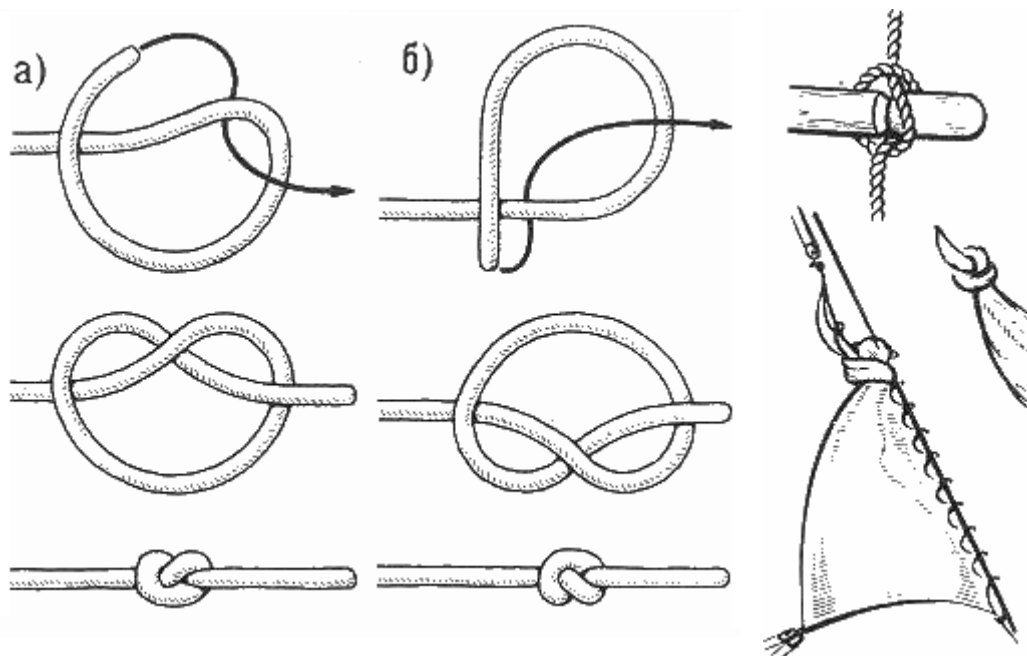

Рис. 1. Простой узел: а - левый; б - правый
**Простой узел** (рис. 1). Это самый простой из всех известных узлов. Чтобы завязать его, надо ходовым концом троса сделать полуузел за его коренной конец. Его можно завязать на конце или на средней части троса. Для этого ходовой конец троса один раз обносят вокруг его коренной части и пропускают в образовавшуюся петлю.
В зависимости от того, как он завязан, простой узел может быть левым (рис. 1, а) или правым (рис. 1, б).